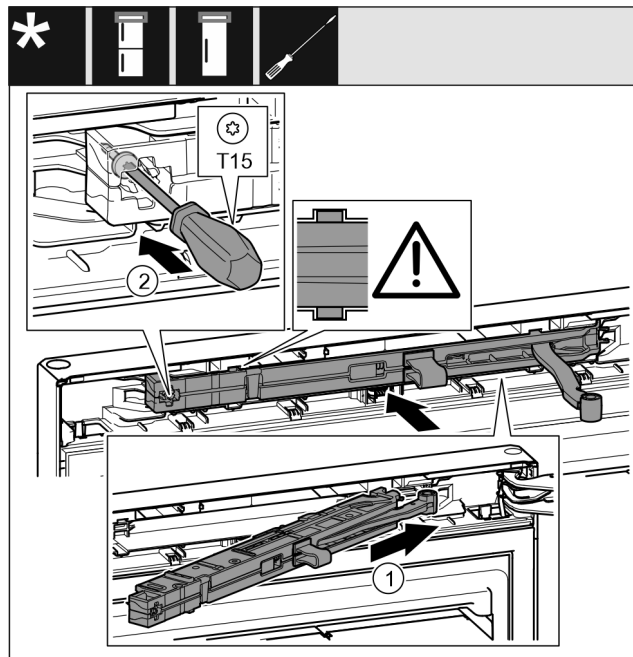

Fig. 60
- ▶ Schließdämpfereinheit Fig. 60 (1) auf der Lagerbockseite bis zum Anschlag schräg in die Aussparung einschieben.
- ▶ Schraube Fig. 60 (2) mit einem Schraubendreher festschrauben.